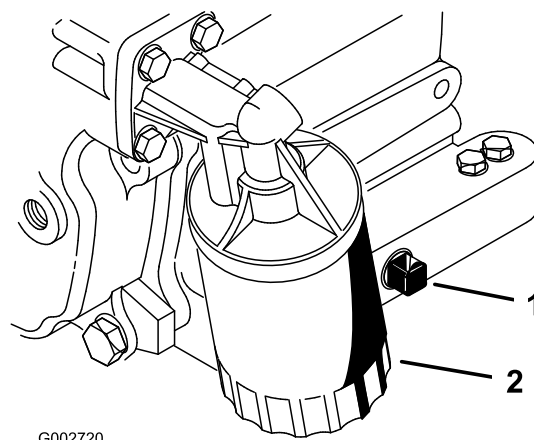

Figura 27
2. Togliete il tappo di spurgo (Figura 27) e lasciate defluire l'olio in una bacinella. Quando l'olio cessa di defluire, rimontate il tappo.
3. Togliete il filtro dell'olio (Figura 27).